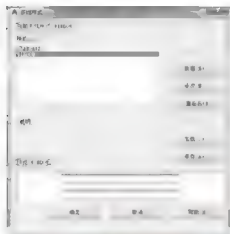
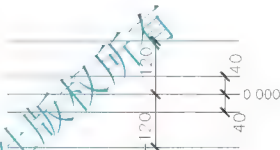

图 2.80 设置当前多线样式
图 2.81 多线元素值和图形的关系
(3) 单击【确定】按钮返回【多线样式】对话框,注意观察下部【预览: WINDOW】的窗口内的图形和图2.80中是否一样,如果不同则说明多线元素设定有错。
(4) 选中【WINDOW】选项,单击【置为当前】按钮,如图2.80所示,这样就将【WINDOW】设置为当前多线样式,单击【确定】按钮关闭对话框。
(5) 多线样式设定理解: 设置多线样式时,在【偏移】文本框内,如设定的值为正
值,在中心线以上加一条线;如设定的值为负值,在中心线以下加一条线;如设定的值为0,则在中间位置加一条线,如图2.81所示。可以计算出第一条线和最后一条线之间的距离为240mm。观察图2.80,会发现这里有【STANDARD】和【WINDOW】两种多线样式;【STANDARD】元素值为0.5和-0.5,所以【STANDARD】多线样式只有两条线,两条线之间的距离为1mm;【WINDOW】多线样式有4条线,第一条线和最后一条线之间的距离为240mm。
- (1) 将当前层换为【门窗】图层（【轴线】图层仍为关闭状态）。
- (2) 将当前多线样式设置为【WINDOW】（图2.80）。